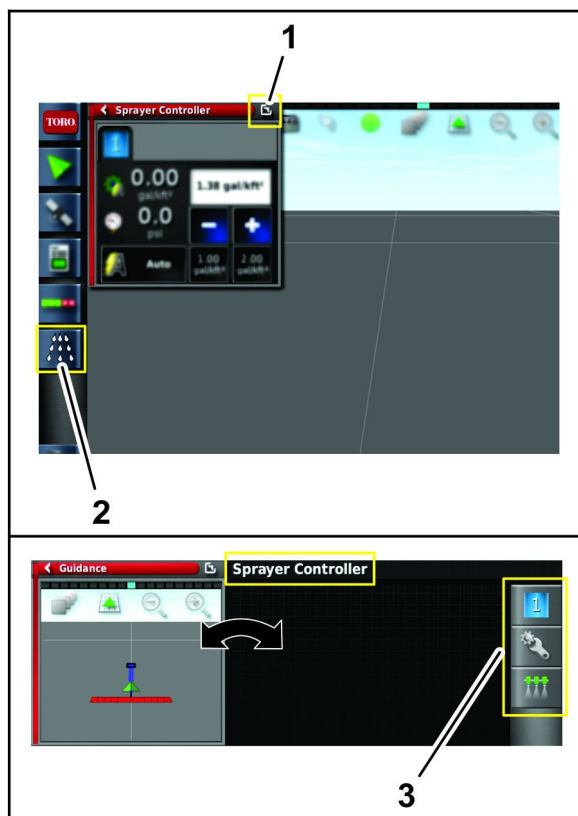

图 177
3. 按打药车控制器图标 图 177。
9. 按开关窗口图标返回打药车控制器菜单 图 177。